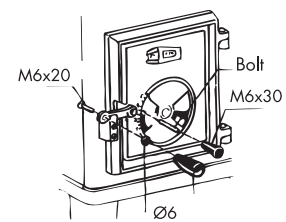

Fig. 6 Montering betjeningshåndtak
7. Dørknotten skrues på dørlukkeren, låseskiven skal plasseres mellom knott og dørlukker. Knott for trekkventil festes med medfølgende pinneskrue. Se fig. 6.